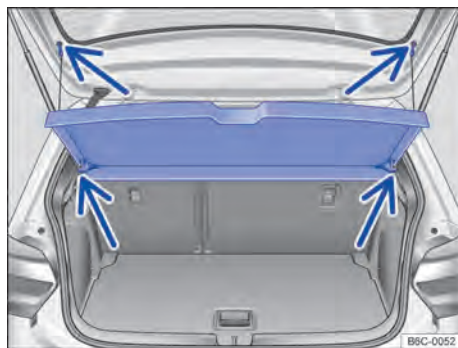

Fig. 119 No compartimento de bagagem: remover e instalar a cobertura do compartimento de bagagem.
- Desprender os cordões de retenção do suporte da tampa traseira → Fig. 119 (setas superiores).
- Retirar a cobertura do compartimento de bagagem por trás, para fora dos suportes laterais → Fig. 119 (setas inferiores).
- Empurrar a cobertura do compartimento de bagagem para a frente, introduzindo-a nos suportes laterais → Fig. 119 (setas inferiores).
- Encaixar os cordões de retenção na tampa traseira → Fig. 119 (setas superiores).